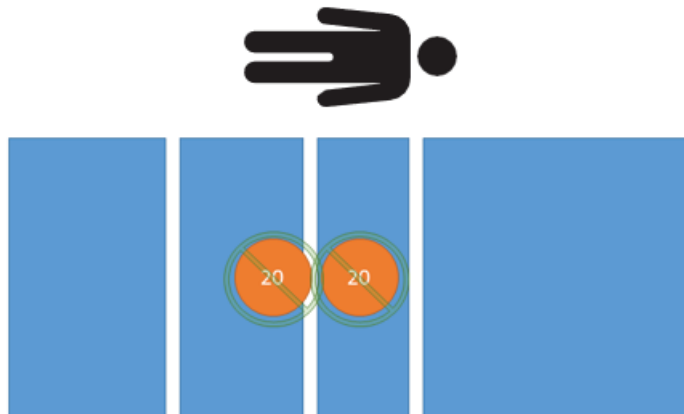

Figure 27 – Test de tarage - 0 kg net
1. En utilisant des poids étalonnés, placer 40 kg sur le produit (Figure 27).
12. En utilisant des poids étalonnés, placer 0 kg sur le produit (Figure 27).